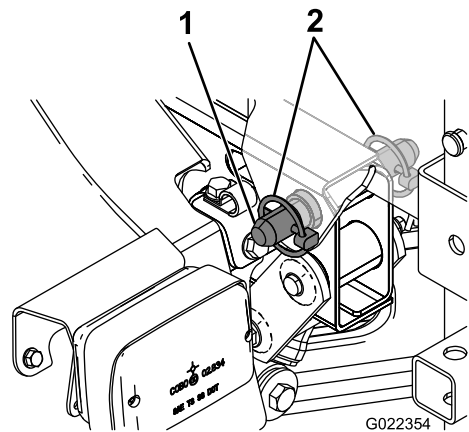

Bild 11
6. Richten Sie den Drehansatz hinten am Behältergestell mit der Öffnung hinten am Fahrzeugchassis aus (**Bild 11**).
7. Setzen Sie einen angeschrägten Lastösenbolzen und zwei Klappstecker in den Drehansatz ein, um den Behälter am Rahmen zu befestigen (**Bild 11**).